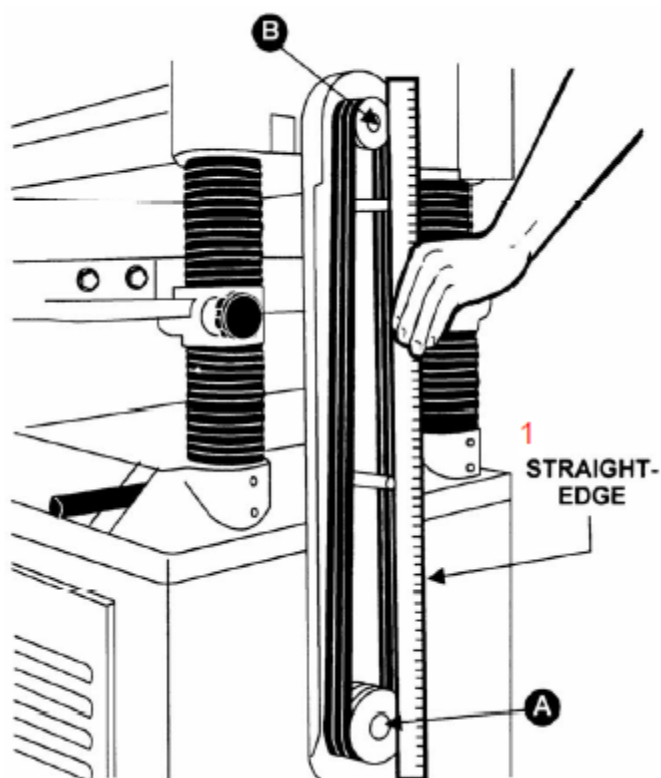
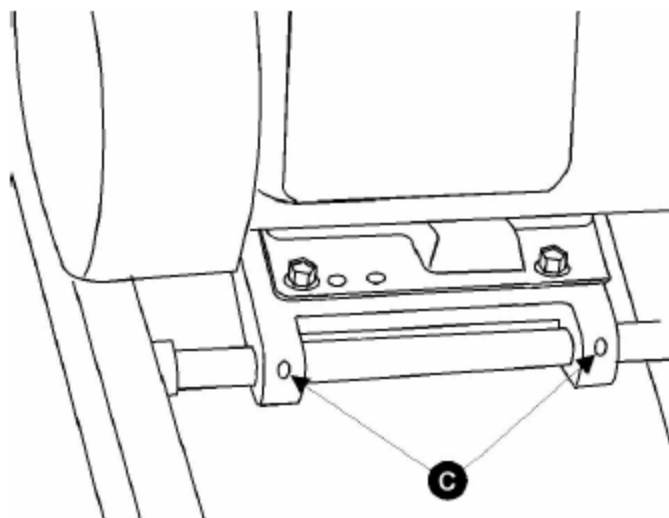

Рис. 8: 1 – поверочная линейка
Рис. 9
1. С помощью поверочной линейки совместить шкив двигателя (рис. 8, A) со шкивом режущего вала (рис. 8, B). Для регулировки плиту двигателя можно перемещать, ослабив установочные винты (рис. 9, C) на плите двигателя.